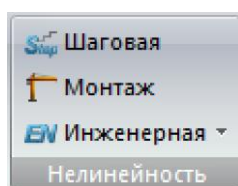

Рис. 69. Панель **Нелинейность**
- **Нелинейность** (рис.69) – задание параметров, определяющих специфику и организацию шагового процесса для решения нелинейных задач, задач монтажа-демонтажа сооружения, а также задание информации для выполнения PUSHOVER расчета и расчета в системе «Инженерная нелинейность» и «Инженерная нелинейность2».
Панель **Нелинейность** (рис.69) содержит следующие команды: